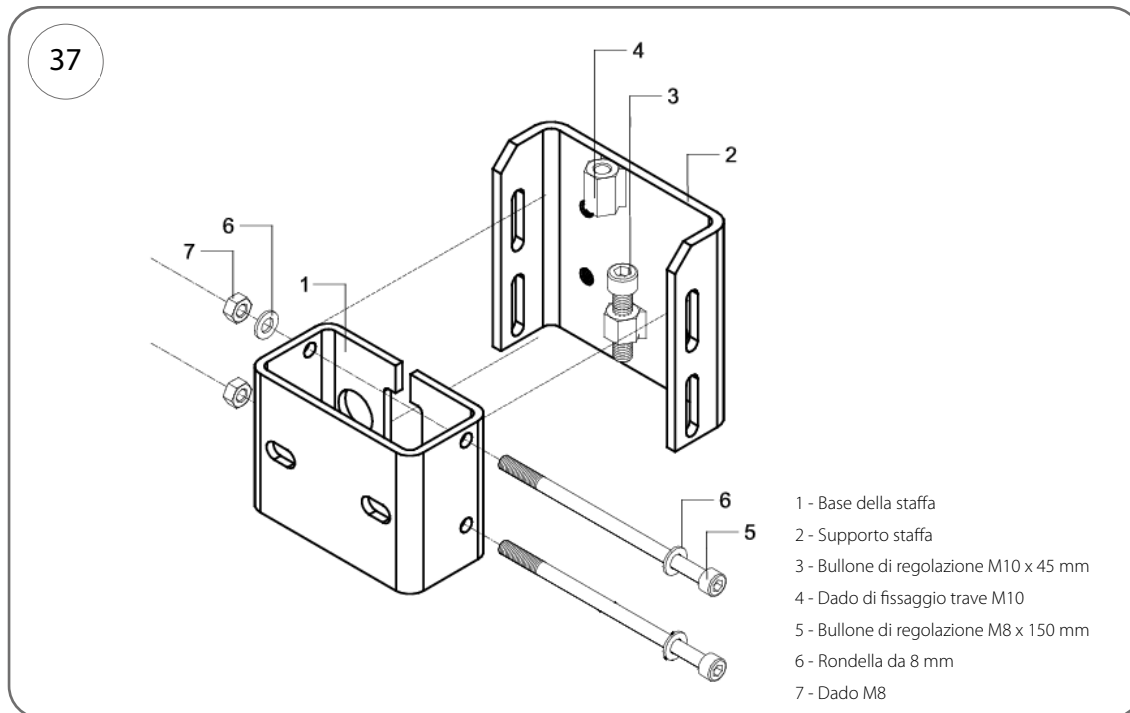
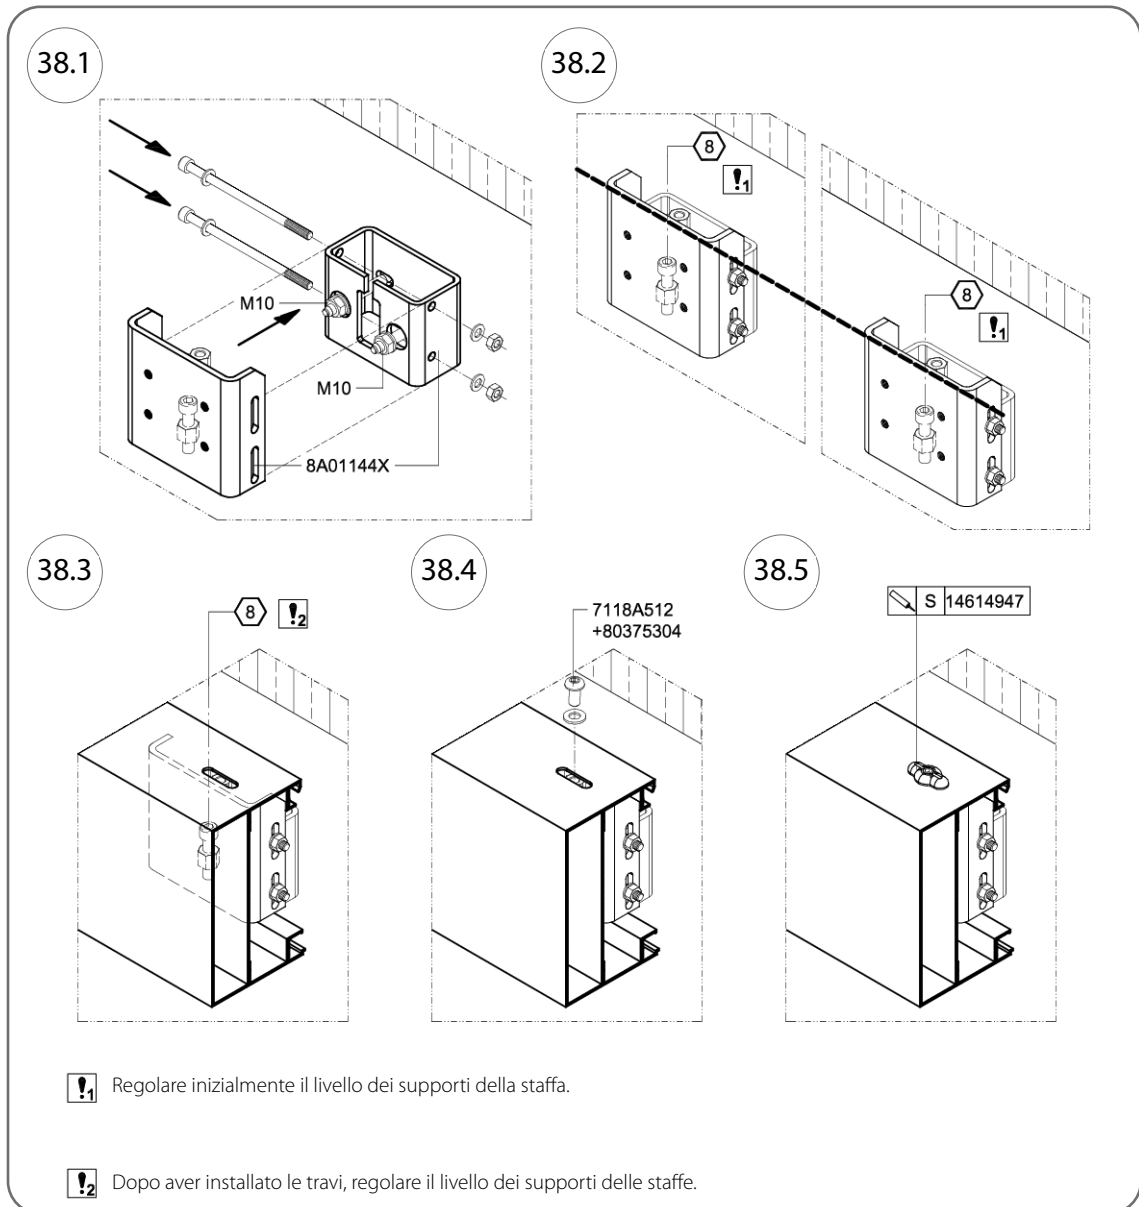

Fig. 37
Fig. 38
6. Fissare definitivamente la trave avvitando bulloni M10 x 20 mm con rondelle (cod. art. 7118A512+80375304, Fig. 38.4) nei dadi (4), come mostrato in Fig. 37 e Fig. 38.
2. Rimuovere i bulloni M8 x 150 mm dalla staffa 8A01144X [vedi Fig. 37 – n. componente (5)].
3. Posizionare la base della staffa [vedi Fig. 37 – n. articolo (1)] sugli ancoraggi a muro e fissarla con dadi e rondelle M10.
4. Far passare 4 bulloni M10 x 20 mm attraverso i fori nel correntino e in ciascuna piastra e avvitarli nella staffa della mensola [vedi Fig. 37 – n. articolo 2)].
5. Montare la staffa della mensola (2) e fissarla alla base (1) utilizzando bulloni M8 x 150 mm (5).
6. Far passare 4 bulloni M10 x 20 mm attraverso i fori nel correntino e in ciascun pannello e avvitarli nella staffa (2).